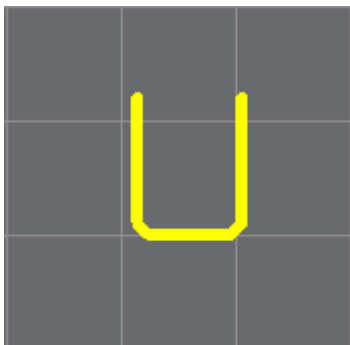

图 10.26 绘制的 U 型线段
(20) 在工作区的空白部分绘制如图 10.26 所示的 U 型线段，U 型线段的高为“120”，宽为“100”。